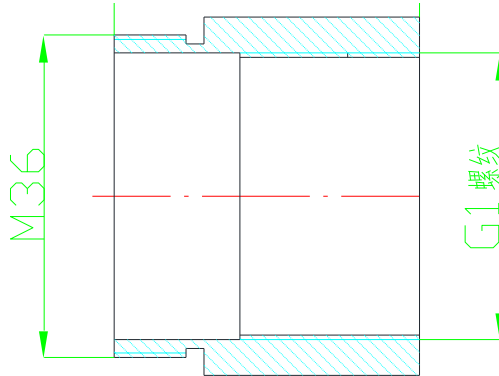

图 2 吹扫口(气嘴)结构尺寸
1. **吹扫气嘴**: 如下图 2 所示。气嘴固定在仪器上与吹扫系统相连, 标配的气嘴外径 40mm, 内设 1 寸管螺纹。